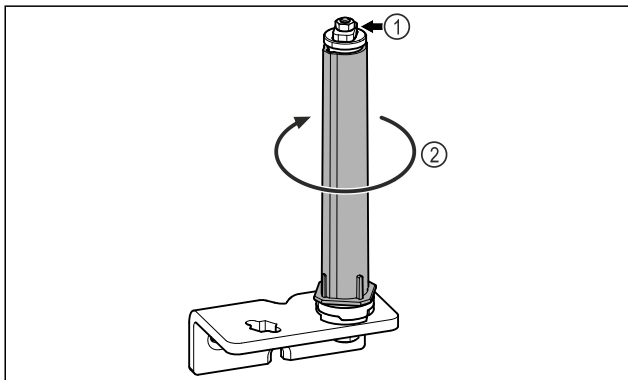

Fig. 28
- ▶ Не разглобявайте затварящата система на вратата Fig. 28 (1).
- ▶ Въртете затварящата система Fig. 28 (2), докато тя щракне.